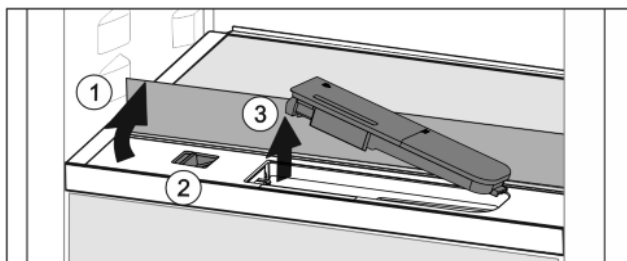

Fig. 36
- ▶ Ridicați placa de sticlă și rabatați în spate până la opritor Fig. 36 (1).
- ▶ Împingeți zăvorul Fig. 36 (2) spre stânga.
- ▶ Scoaterea rezervorului de apă Fig. 36 (3).